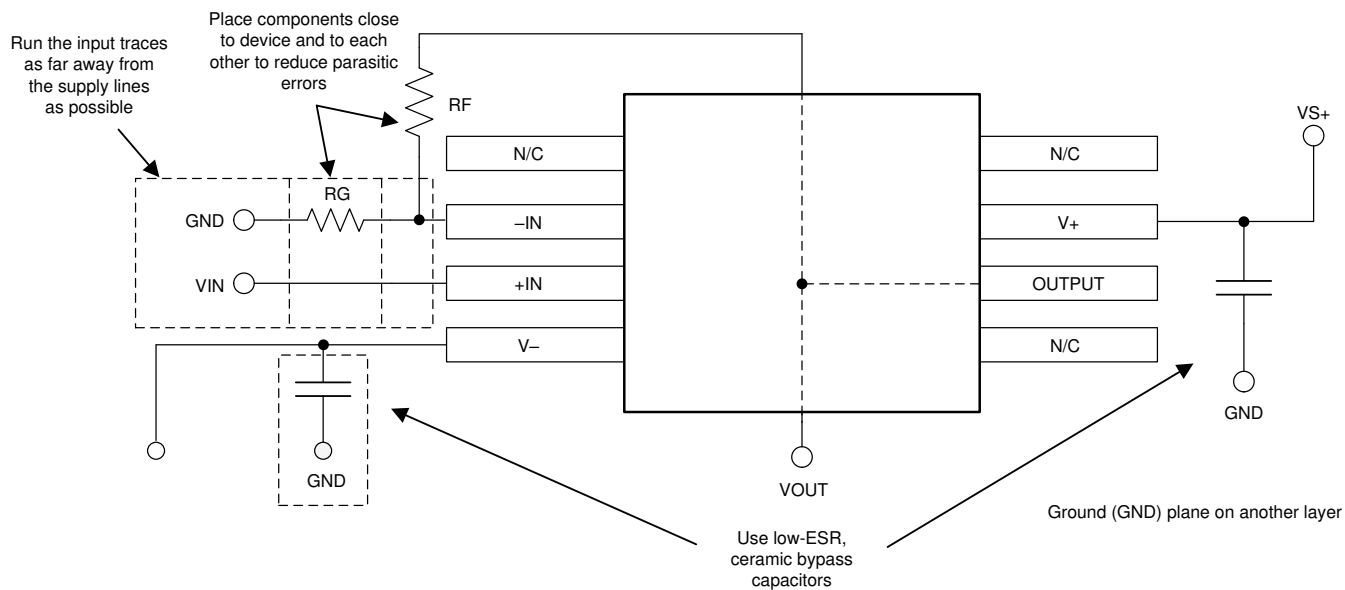

図 7-6. 非反転構成のオペアンプ基板のレイアウト
- デカップリング コンデンサをデバイスのできるだけ近くに配置します。図 7-6 に示すように、寄生容量を最小限に抑えるため、**RF** と **RG** は反転入力の上に配置します。